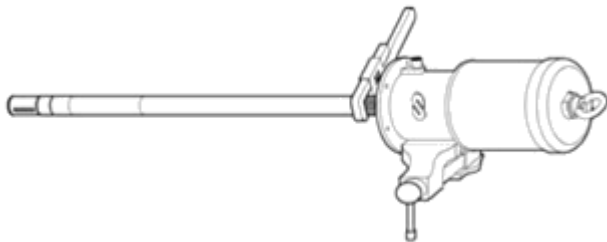

Рис. 5
1. Закрепить насос в тисках в горизонтальном положении, отсоединить всасывающую трубку (53) от корпуса насоса (37) (рис. 5) и вытянуть трубку до появления стержня (51).